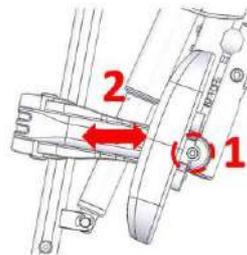

Figura 5-25
- Use una llave Allen número 6 para retirar el tornillo y ajustar el soporte de la pantorrilla hacia delante y hacia atrás. (Figura 5-25). Vuelva a apretar los tornillos.